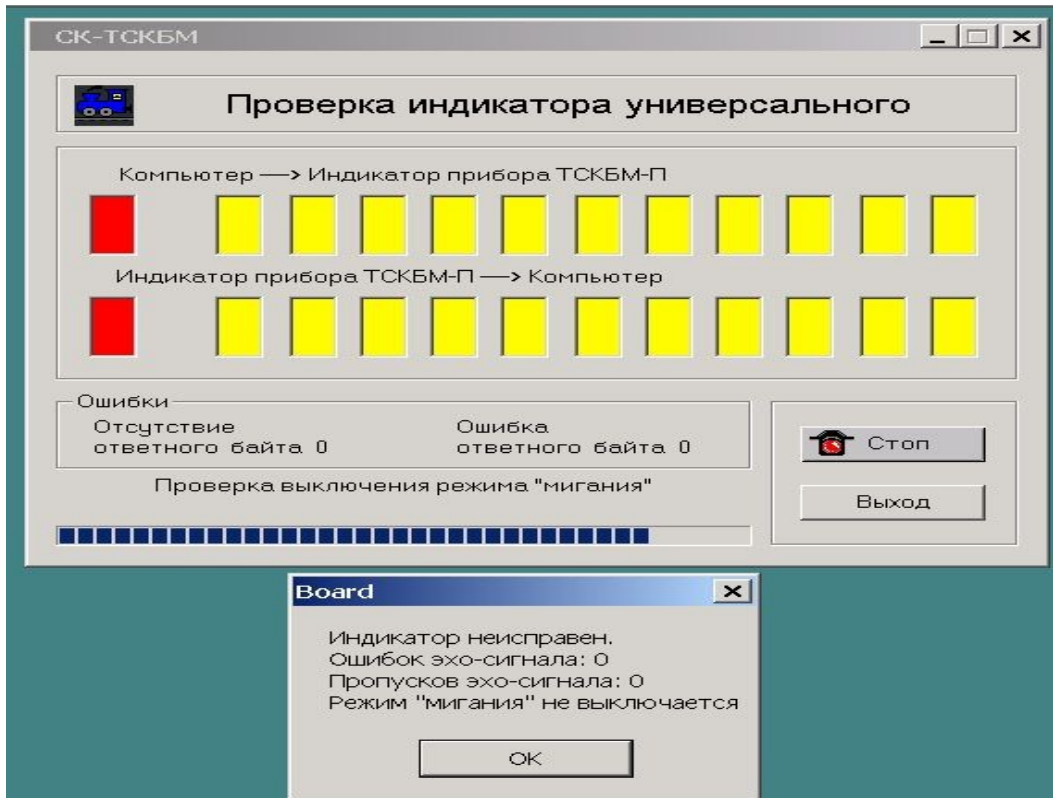

Рисунок 2.21 – Сообщение об неисправности индикатора прибора в режиме теста **Проверка выключения режима «мигания»** : Режим «мигания» не выключается
- 13) В случае неисправного ТСКБМ-П, у которого не прошел какой либо из тестов п.2.4.1.6(5 – 11), программа **Проверка индикатора универсального** выдает сообщение о неисправности с указанием обнаруженных дефектов. Например, при неисправности индикатора прибора в режиме теста **Проверка выключения режима «мигания»** - Режим «мигания» не выключается - программа выдает сообщение вида рисунок 2.21